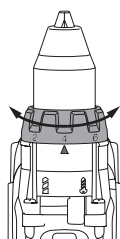

Fig. C5.04
- Impostare il livello di coppia su "17". (Fig. C5.04)